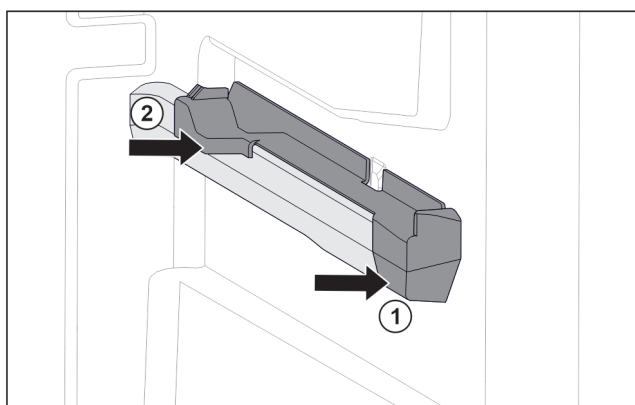

Fig. 72 Aufsteckteil auf der rechten Behälterrippe
- ▶ Aufsteckteil vorne an Behälterrippe ansetzen. Fig. 72 (1)
- ▶ Aufsteckteil hinten andrücken. Fig. 72 (2)